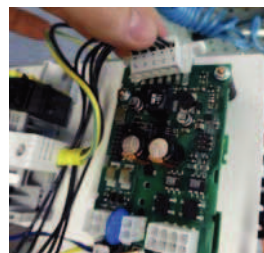

Fig. 4.a
- Scollegare il connettore Lumberg (vedi Fig. 4.a) inserito sulla scheda di controllo;
- Inserire il connettore Lumberg (vedi Fig. 4.a) sulla scheda, facendo attenzione al verso di inserimento;